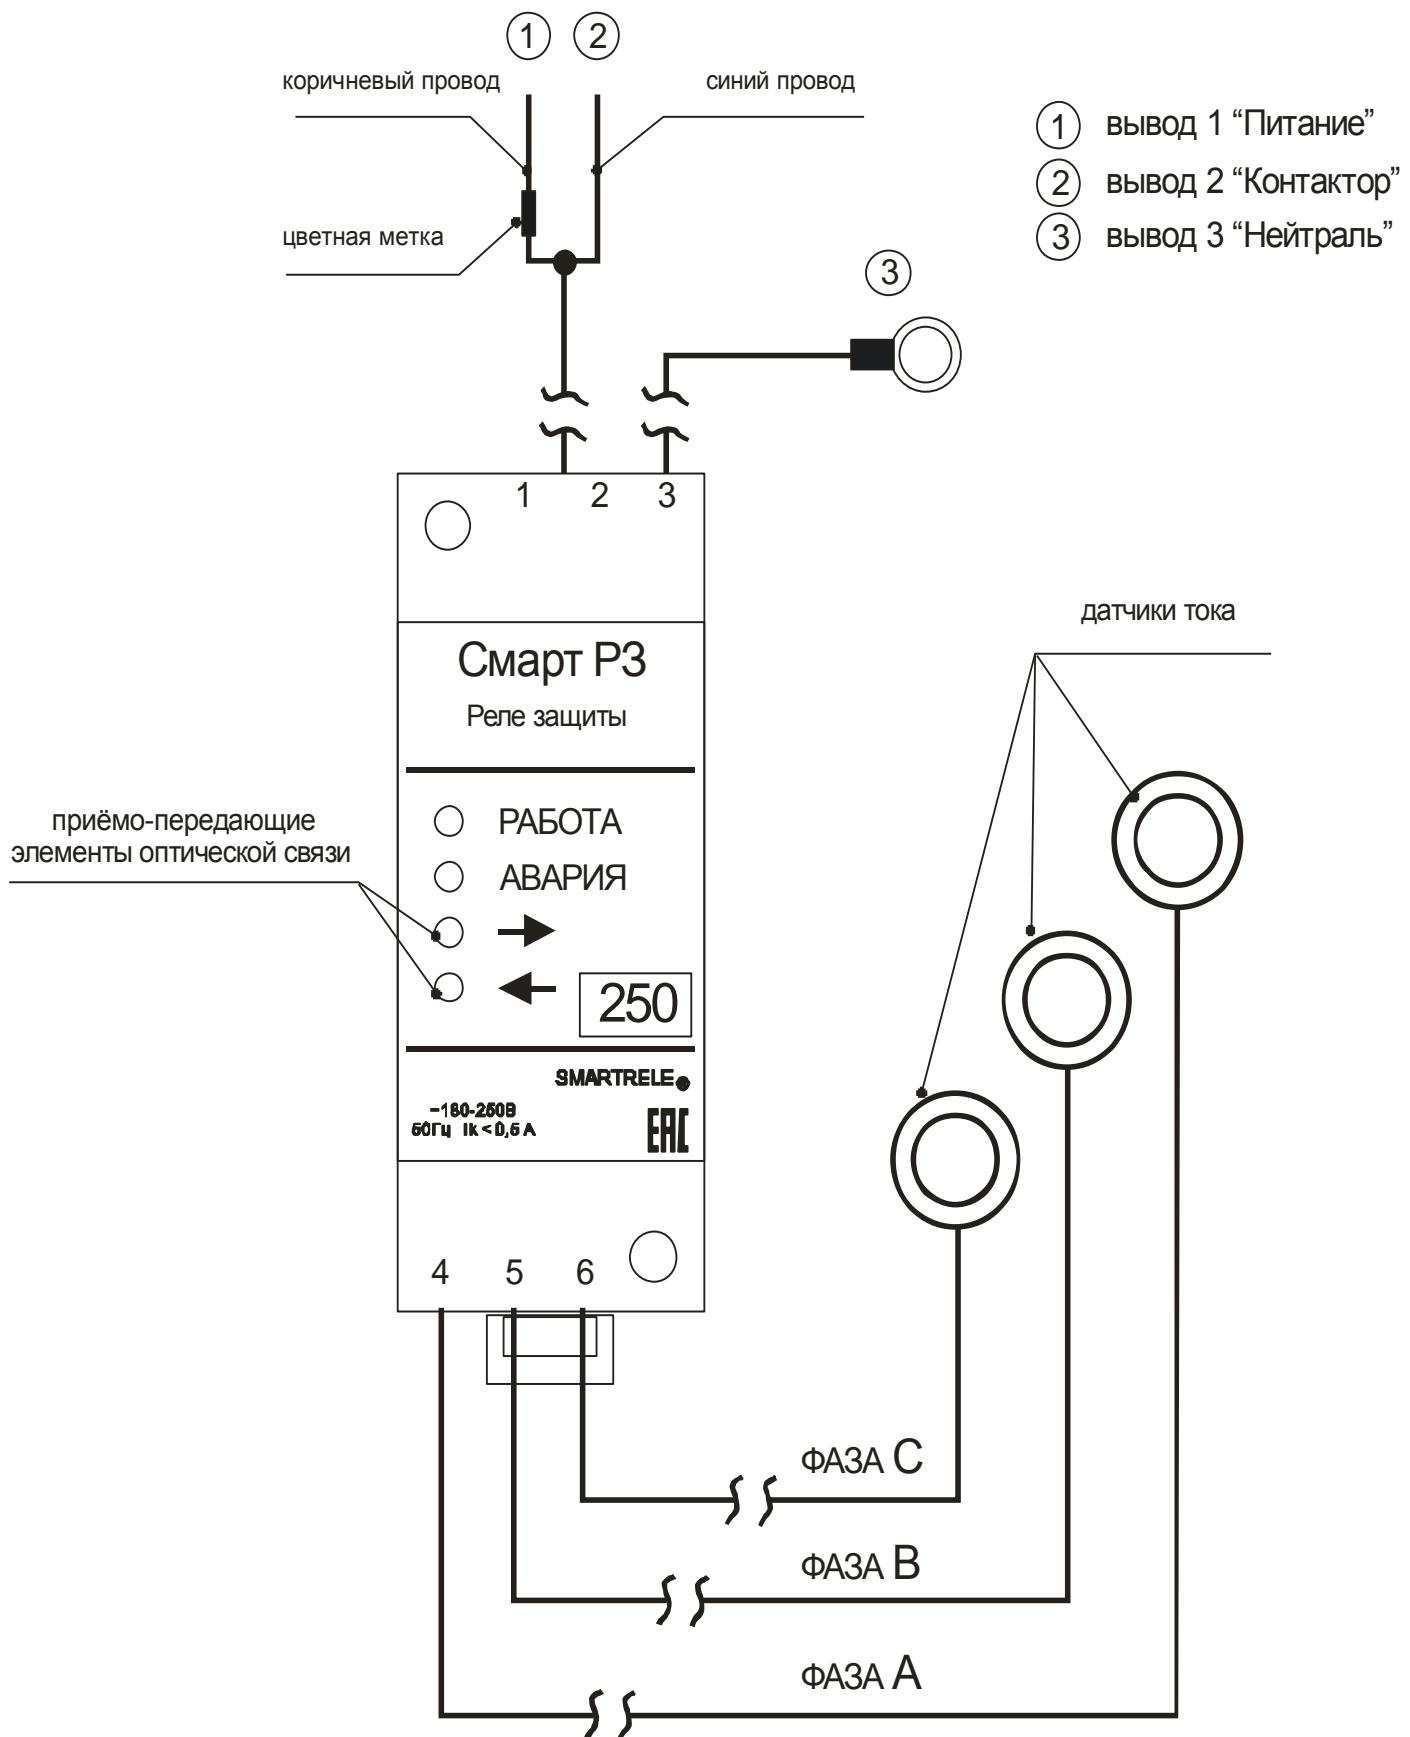

Рисунок 1 – внешний вид реле Смарт РЗ
5.1 Общий вид реле показан на рис.1, габаритные и установочные размеры электронного блока реле – на рис.2.